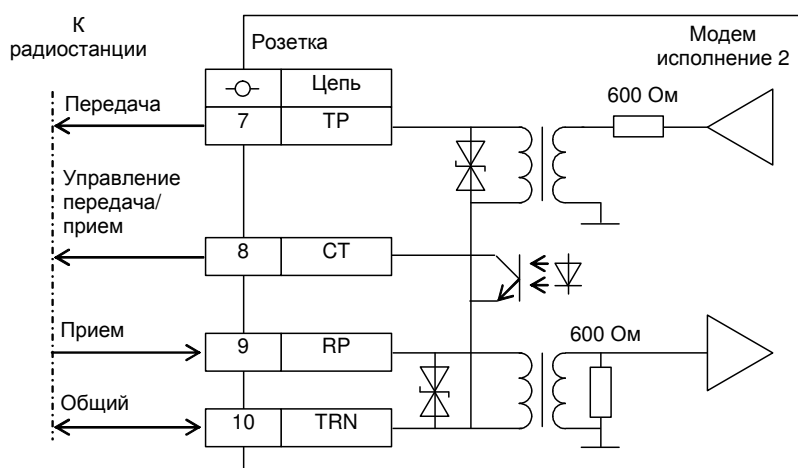

Рисунок 5 – Схема линейных узлов стыка С1-ТЧ модема исполнения 2 для варианта В
- вариант В (рисунок 5)– для подключения к радиостанции – цепи приема и передачи имеют общую точку, дополнительно имеется ключ для управления режимом «Прием-передача» радиостанции.